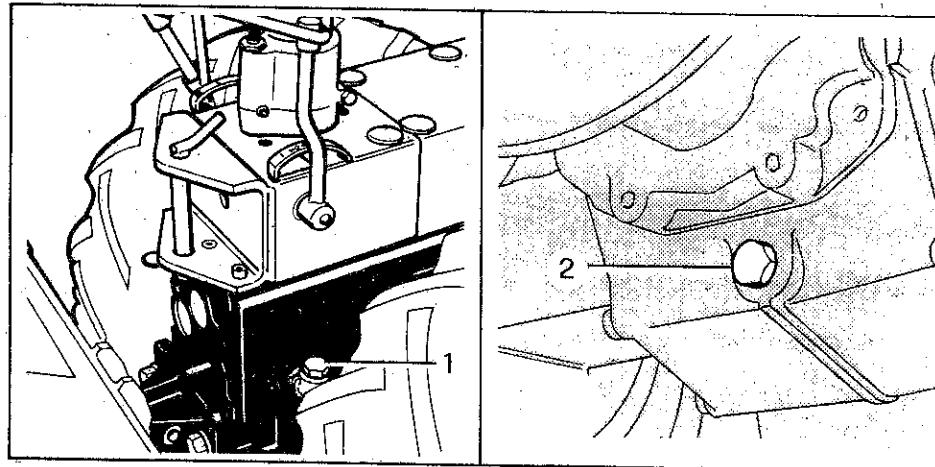

Fig. 15 - Bild 15 -
**Scatola del cambio:** controllare il livello dell'olio (vedere la fig. 15); allo scopo rimuovere il tappo (1).
**Gearbox:** check oil level (see fig. 15) by removing filler cap (1). Oil level is correct when oil is close to the elbow fitting upper edge.
**Boîte de vitesse:** vérifier le niveau de l'huile (voir fig. 15); dans ce but il faut dévisser le bouchon (1). Le niveau est correct quand l'huile déborde du raccord coudé de remplissage.
**Schaltgetriebe:** den Ölstand durch Entfernen der Verschlusschraube (1) prüfen (siehe Bild 15).
**Scatola del cambio:** sostituire l'olio (vedere la fig. 15). Togliere il tappo di scarico posto sotto la scatola cambio (2) ed il tappo (1) per facilitare lo scarico, quindi lasciare sgocciolare per almeno 10 minuti. Rifornire quindi con olio del tipo indicato nella tabella "RIFORNIMENTI", dopo aver messo il tappo inferiore, fino al livello prescritto.
**Gearbox:** change oil (see fig. 15). Remove the drain plug located under the gearbox (2) and filler cap (1) to make drain easier, then let oil drip out for 10 minutes at least. Replace lower plug and refill with fresh oil up to the recommended level, as indicated in the chart "SERVICING".
**Boîte de vitesses:** changer l'huile (voir fig. 15). Enlever le bouchon de vidange situé au-dessous de la boîte du changement de vitesses (2) et le bouchon à jauge (1) pour faciliter l'évacuation et laisser égoutter pour 10 minutes au moins.
**Schaltgetriebe:** das Öl wechseln (siehe Bild 15). Die Ablassschraube unter dem Schaltgetriebegehäuse (2), und die Verschlusschraube (1) abnehmen, um den Ablass zu erleichtern. Dann über mindestens 10 Minuten austropfen lassen. Nach Wiedermontage der unteren Verschlusschraube die Nachfüllung mit dem vorgeschriebenen Öl vornehmen.